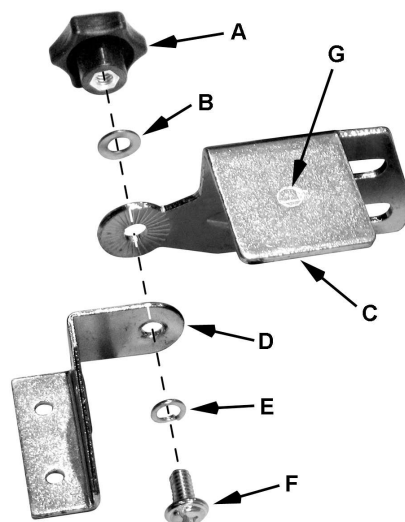

Fig 1
Le regard (D, Fig 1) et l'écran de protection (C) pour le côté gauche sont marqués avec un "L". Les parties pour le côté droit sont indiquées par un "R".
La figure 1 montre l'assemblage du côté gauche.